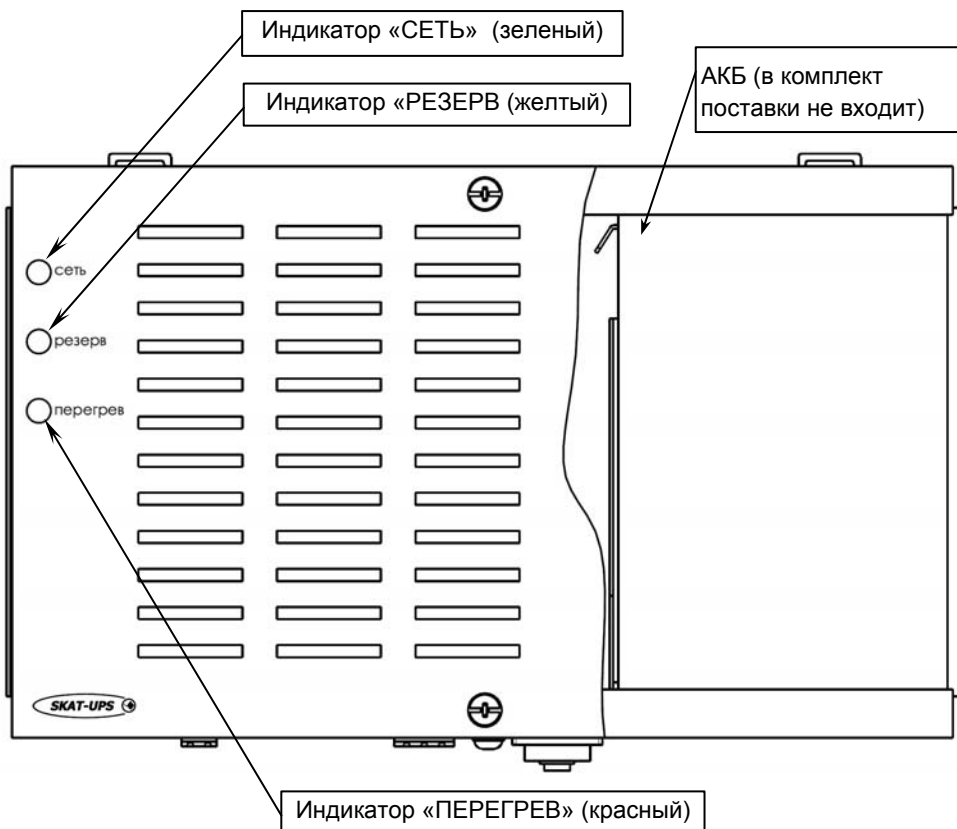

Рисунок 1 - общий вид изделия с установленной АКБ
Изделие выполнено в металлическом корпусе и предназначено для установки на DIN-рейку в электротехническом шкафу. Внутри корпуса источника предусмотрено место для размещения аккумуляторной батареи (см. рисунок 1).
Светодиодные индикаторы, расположенные под крышкой корпуса (см. рисунок 1), обеспечивают индикацию режимов работы источника и состояния АКБ:
- После самотестирования изделие перейдет в режим «ОСНОВНОЙ», включится индикатор «СЕТЬ» (см. рисунок 1).
Отключить сетевое напряжение. Изделие должно автоматически выполнить переход на резервное питание нагрузки от АКБ. Индикатор «СЕТЬ» погаснет, индикатор «РЕЗЕРВ» включится (см. рисунок 1).